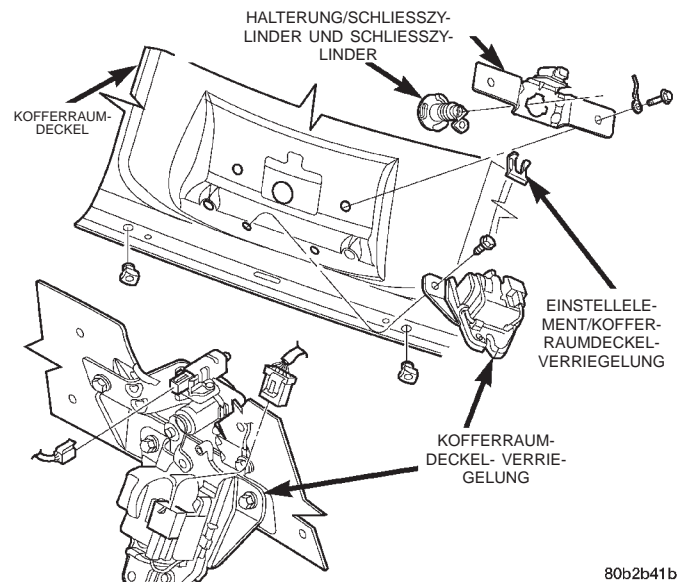

Abb. 16 Kofferraumdeckel-Verriegelung—300M
- (1) Kofferraumdeckel öffnen.
- (2) Befestigungselemente lösen, mit denen die Kofferraumdeckel-Auskleidung hinten am Kofferraumdeckel befestigt ist.
- (3) Schrauben lösen, mit denen die Kofferraumdeckel-Verriegelung am Kofferraumdeckel befestigt ist (Abb. 14), (Abb. 15) oder (Abb. 16).
- (4) Kofferraumdeckel-Verriegelung vom Kofferraumdeckel abbauen.
- (5) Steckverbinder vom Magnetschalter der Kofferraumdeckel-Verriegelung abziehen.
- (6) Steckverbinder vom Kofferraumdeckel-Offen-Schalter der Kofferraumdeckel-Verriegelung abziehen.
- (7) Verriegelung vom Fahrzeug abnehmen.
- (1) Kofferraum öffnen.
- (5) Steckverbinder/Kofferraum-Verriegelung vom Magnetschalter der Verriegelung abziehen.
- (6) Steckverbinder vom "Kofferraumdeckel-Offen"-Schalter von der Verriegelung abziehen.
- (8) Kofferraumdeckelschloss komplett abbauen.
- (9) Schließzylinder des Kofferraumdeckels abbauen.